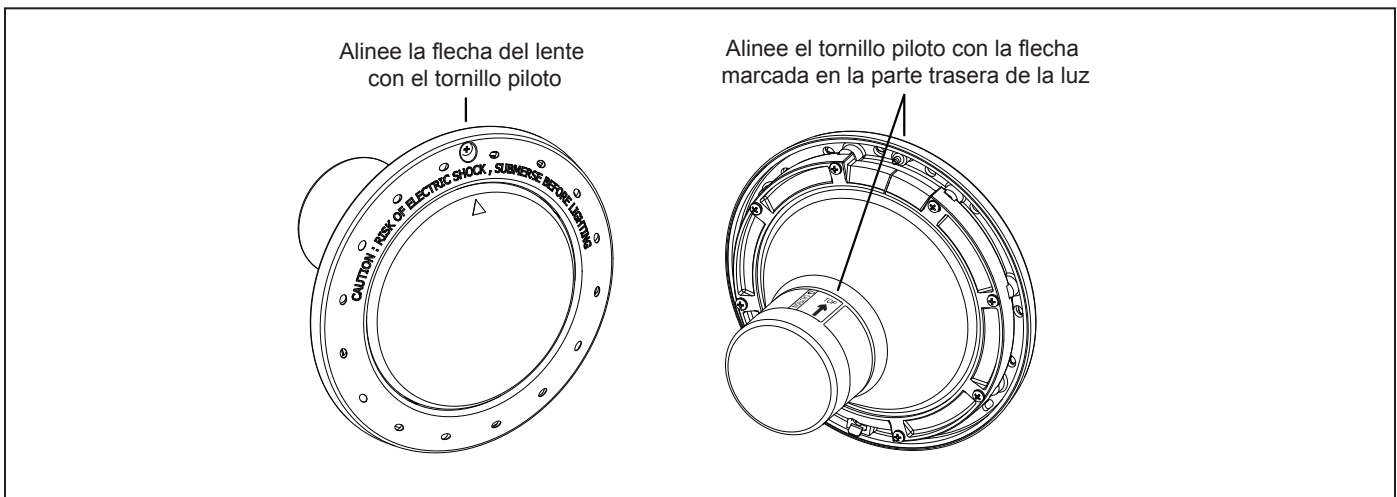

Figura 8. Alineación del lente, el aro frontal, el compartimento y las abrazaderas de las luces blancas para piscinas
- c. Coloque el lente y la empaquetadura sobre el conjunto de la luz. Coloque el aro frontal y la abrazadera superior sobre el lente, y alinee el tornillo piloto con la marca de la flecha pequeña en la cara del lente. Tenga en cuenta que la marca de la flecha pequeña sobre la cara del lente y el tornillo piloto del aro frontal deben estar alineados con la flecha ubicada en la etiqueta de la luz que dice, “Arrow on this label must line up with the pilot screw on the Face Ring” (la flecha en esta etiqueta debe estar alineada con el tornillo piloto del aro frontal). Véase Figura 8.
- e. Posicione la abrazadera inferior sobre el cable de electricidad y deslicela hacia la parte trasera de la luz y hacia la abrazadera superior. Véase Figura 8.